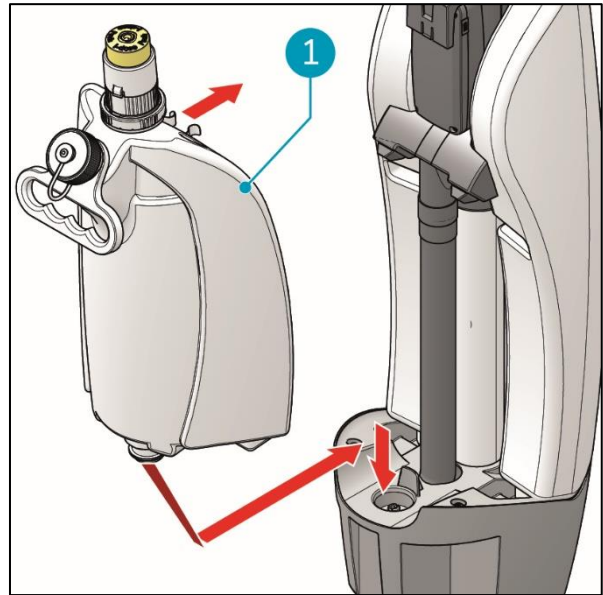

Figura 13
2. Coloque el depósito de solución de limpieza (Figura 13, pos. 1) en la i-mop XXL Pro con la válvula en primer lugar.